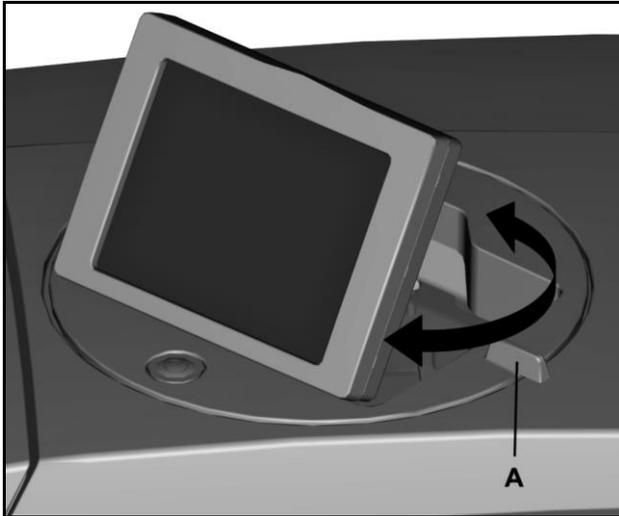

Figura 13 Rotação do painel tátil
2 Rode o painel tátil pela pega (A) até à posição pretendida (consulte "Figura 13 Rotação do painel tátil").